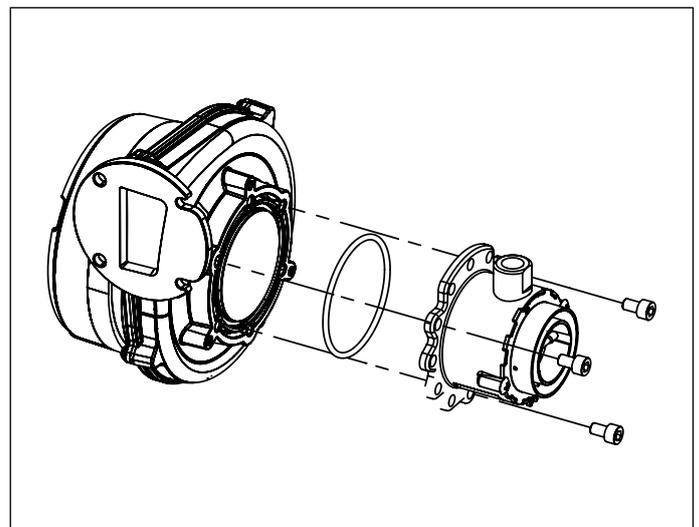

Abb. 24 Mischeinrichtung
- Die Mischeinrichtung nach dem Lösen der drei Innensechskantschrauben entfernen (siehe Abb. 24 Mischeinrichtung).